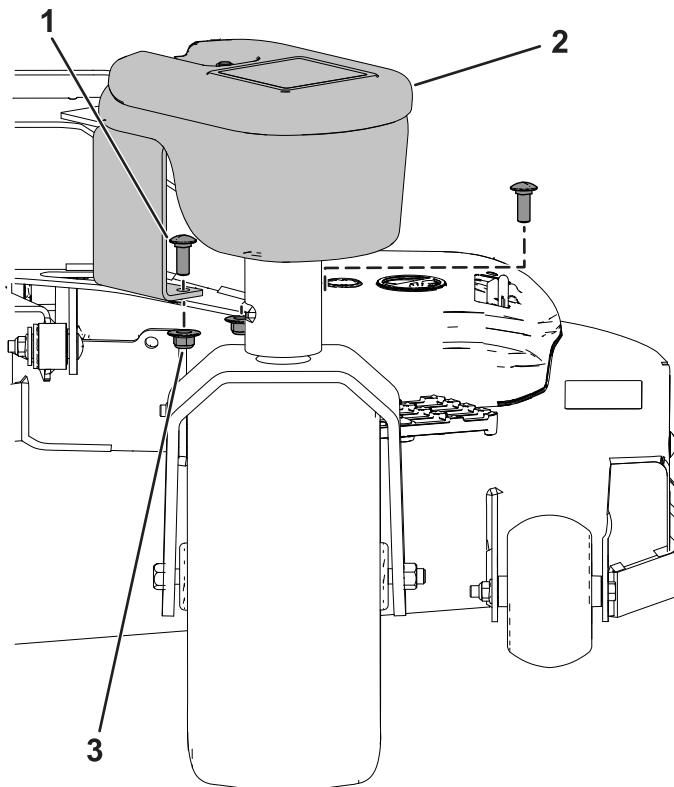

Figure 8
3. Fixez la masse sur le bras de la roue pivotante à l'aide de 2 boulons de carrosserie ( $\frac{3}{8} \times 1$  po) et 2 écrous à embase ( $\frac{3}{8}$  po), comme montré à la Figure 8.